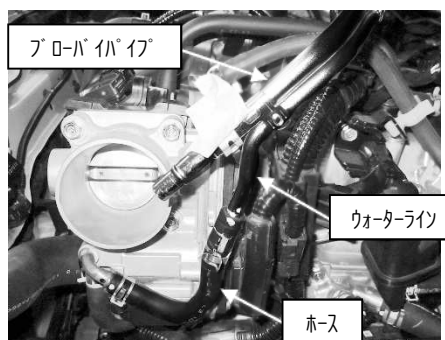

図 8
- ①スロットバルブへ接続されているウォーターラインを車両より取り外します。図 8,9,10 参照